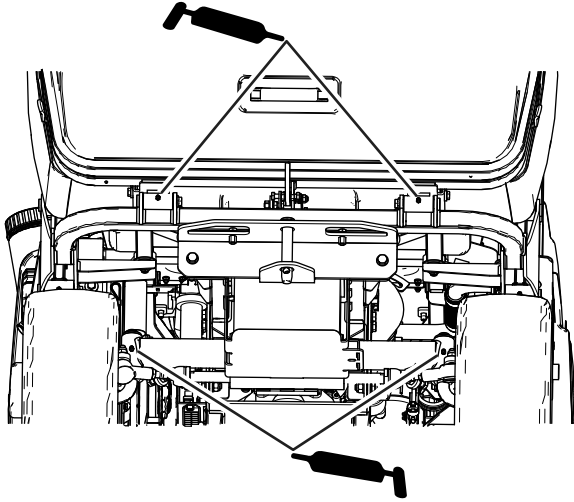

Bild 44
- Fangbox- und Lenkungsdrehpunkte (Bild 44)